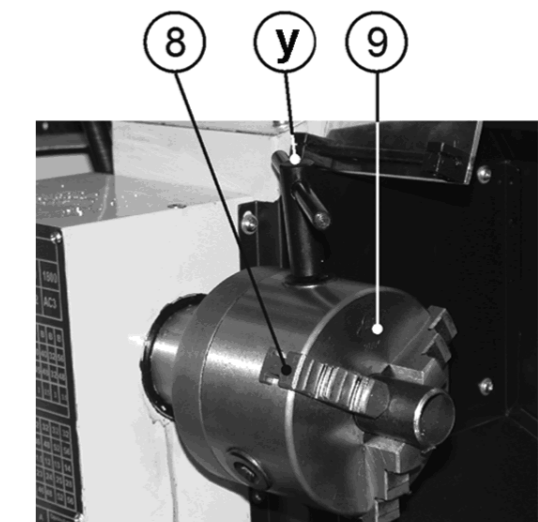

Рис. 9
10.1.4. При помощи Т-образного ключа патрона (У) раздвиньте кулачки (8) трёхкулачкового самоцентрирующегося патрона (9), вставьте заготовку и при помощи Т-образного ключа патрона (У) зажмите заготовку в трёхкулачковом самоцентрирующемся патроне (9). Извлеките Т-образный ключ патрона (У) из гнезда трёхкулачкового самоцентрирующегося патрона (9), Рис. 9.
самоцентрирующегося патрона (9). После этого кулачки (8) можно извлечь, соблюдая очередность. Для установки кулачков (8) сохраняйте последовательность в обратном порядке, соблюдая очередность кулачков (8), Рис. 9.